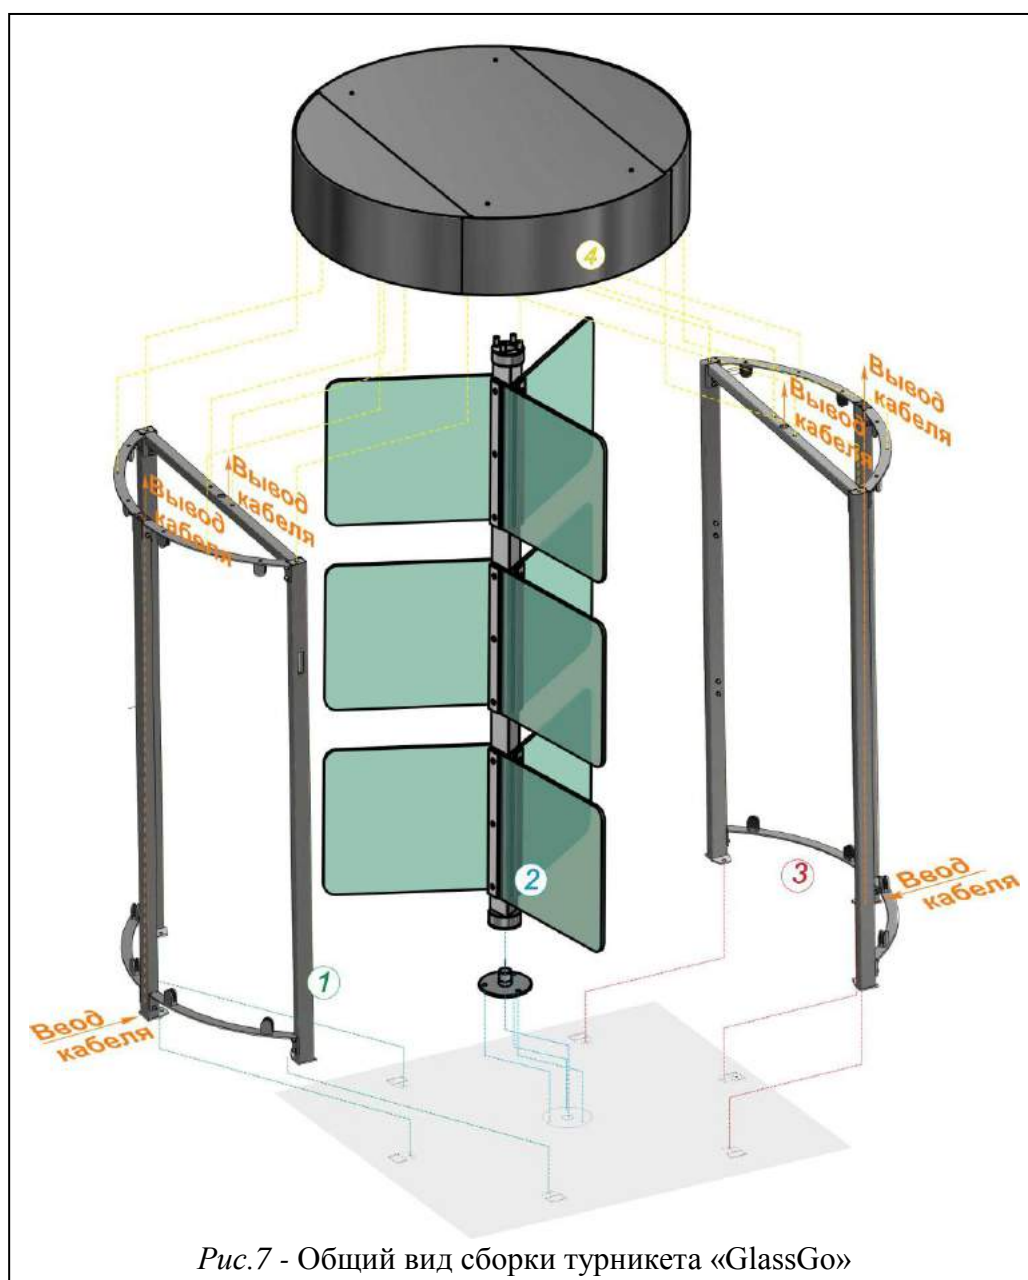

Рис.7 - Общий вид сборки турникета «GlassGo»
5) На подготовленную площадку, устанавливаются и закрепляются стенки и ротор (см. рисунок 7). Сверху устанавливается крыша. При этом совмещаются по одной оси и соединяются посредством полумуфты механизм управления и ротор. Для правильной установки ротор должен быть повернут так, чтобы стеклянная лопасть, совмещенная по одной оси с пальцем ротора, перекрывала проход турникета, т.е. ротор соответствовал режиму турникета «ЗАКРЫТО».